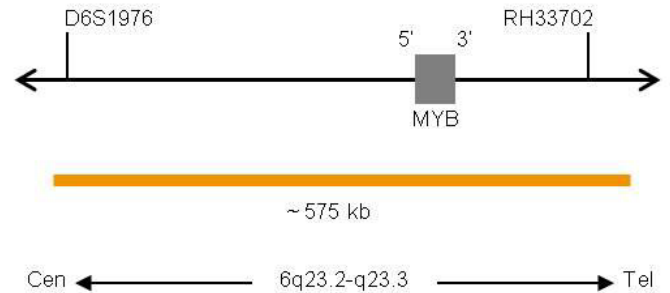

Fig. 1: mappa della sonda MYB (non in scala)
- Polinucleotidi marcati con ZyOrange (eccitazione 547 nm/emissione 572 nm) (4.5 ng/μl), che identificano la regione 6q23.2-q23.3* (chr6:135,141,227-135,715,246) che contiene il gene MYB (Fig. 1).